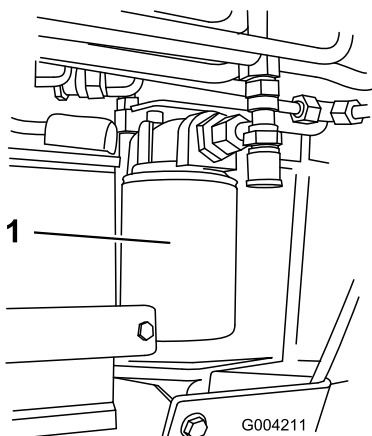

Рисунок 54
4. Поместите под крышку сливной поддон (Рисунок 54).
5. Снимите старый фильтр (Рисунок 54) и начисто протрите поверхность прокладки адаптера фильтра.
7. Установите новый гидравлический фильтр в адаптер фильтра (Рисунок 54). Поверните гидравлический фильтр по часовой стрелке, пока резиновая прокладка не соприкоснется с адаптером фильтра, после этого затяните фильтр, повернув его еще на 3/4 оборота.